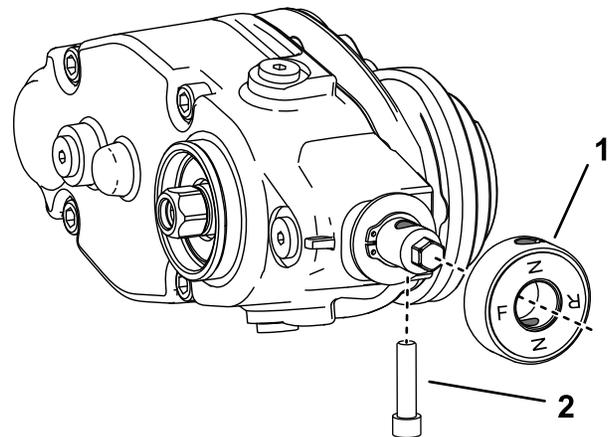

Figura 15
- Si está instalando el groomer a la izquierda de la máquina, haga lo siguiente (Figura 15):
- Retire el conjunto del mando del embrague y dele la vuelta (Figura 15).